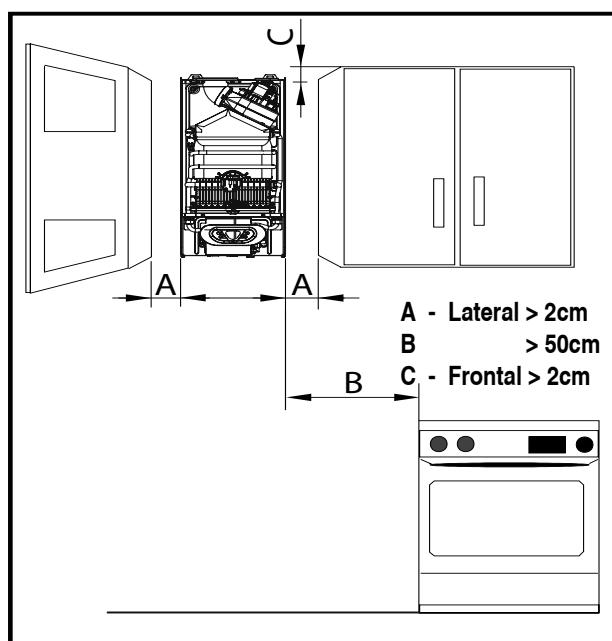

fig. 7 - Distancias mínimas
- 1 - Abra el embalaje,dentro encontrará la plantilla de montaje.Situela en la pared a la altura apropiada (**verificar las distancia,ver fig.7**) asegurandose de que la plantilla esté lo mas horizontal posible (utilizar un nivel).